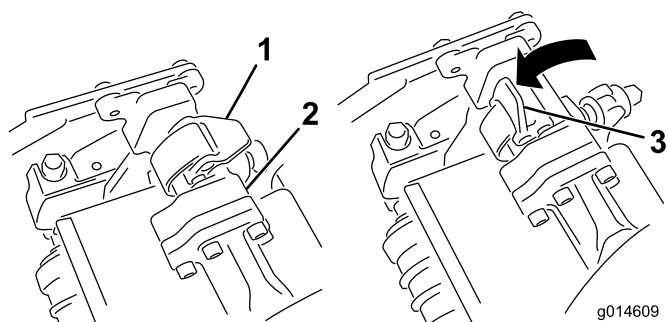
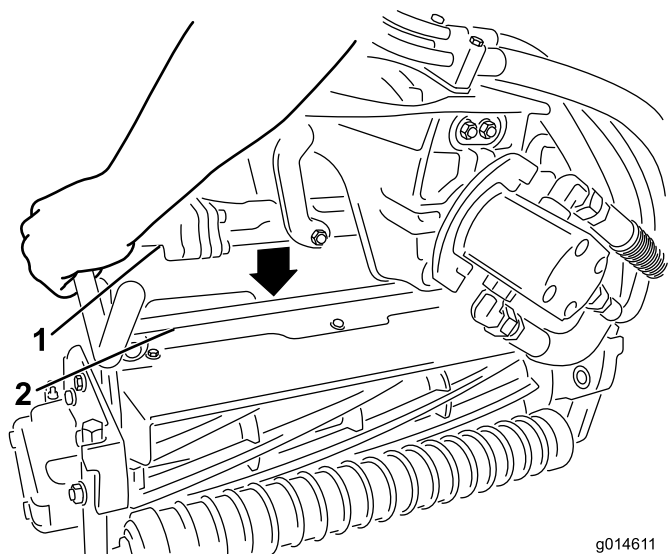

Figura 33
Figura 34
3. Con i fermi del braccio di sospensione rivolti verso l'alto (cioè aperti) (Figura 33), premete il braccio di sospensione verso il basso in modo che la barra si inserisca nella barra della parte superiore dell'apparato di taglio (Figura 34).
4. Chiudete i fermi spostandoli verso il basso e attorno alla barra dell'apparato di taglio, quindi bloccateli in posizione (Figura 33).
4. Aprite i fermi sulla barra del braccio di sospensione dell'apparato di taglio che state rimuovendo (Figura 33).